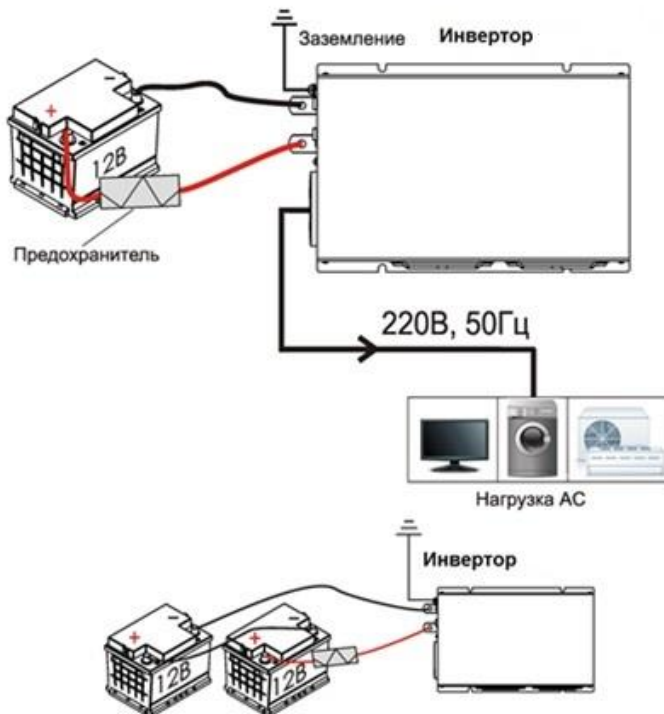

Рисунок 2 Схема подключения инверторов серии СибВатт
7.3 Подключение инвертора производится в следующем порядке согласно Рис.2:
- подсоедините инвертор к аккумулятору с помощью входных кабелей через проходной предохранитель, расположенный непосредственно на плюсовой клемме аккумулятора (номинал предохранителя указан на Рис.2). Входные кабели подсоединять к инвертору с помощью болтов, обеспечивая усиленную затяжку. Сечение кабеля выбирать согласно данным табл. 6.1.